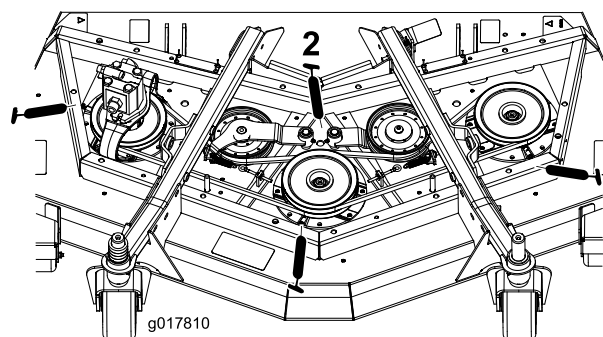

Figure 41
- Paliers d'axes de pivot (3) (sous la poulie) (Figure 41)
- Bagues de pivot de bras de poulie de tension (2) (Figure 41).